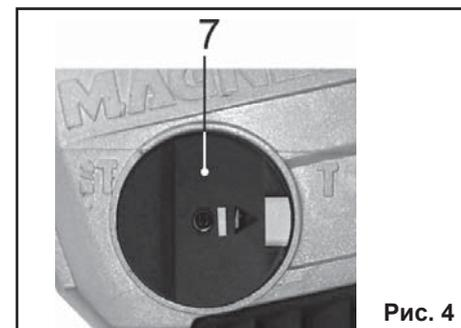

Рис. 4
9.3.3. Зафиксируйте это положение, установив переключатель режимов (7) в положение «осевой удар» согласно Рис.4.
9.2.2. Нажав на кнопку переключателя (7), поверните переключатель режимов (7) в положение «осевой удар» согласно Рис.4.